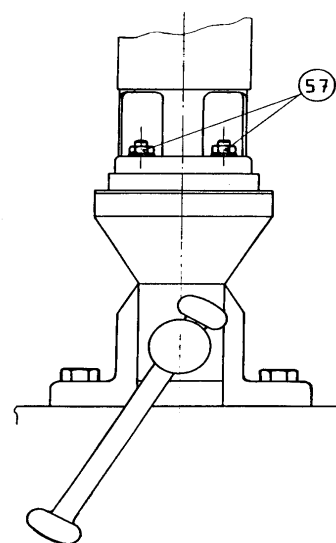

fig. 13
- Dévisser les 4 écrous (57) (fig. 13).